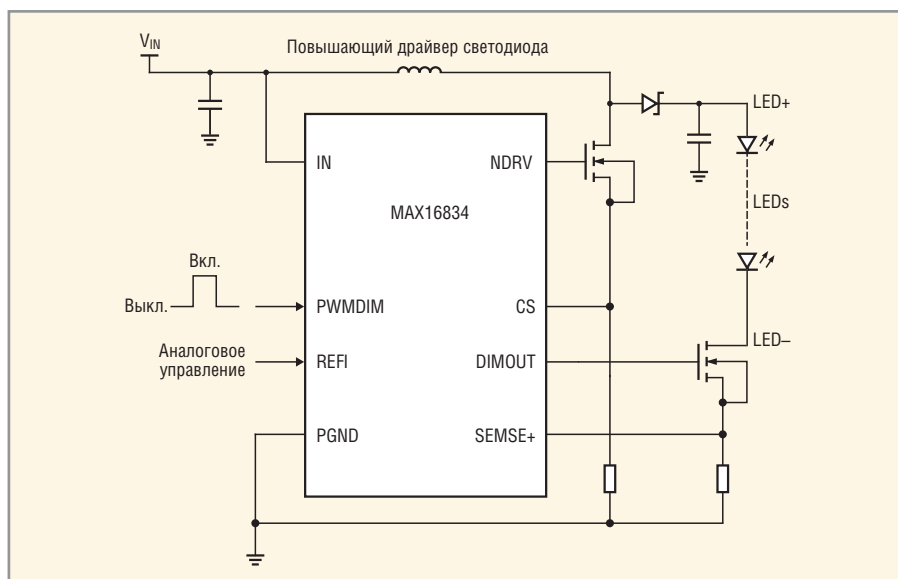

Рис. 1. Типичная повышающая конфигурация драйвера светодиодов высокой яркости
Рассмотрим типичную схему повышающего драйвера светодиодов высокой яркости на примере микросхемы MAX16834 в оценочном наборе (EV), MAX16834EVKIT (см. рис. 1).